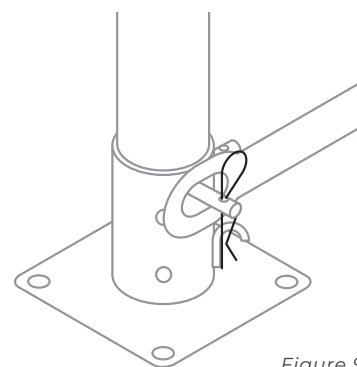

Figure 9
11. Insérez les tringles de la structure de sol sur l'ergot horizontal de l'embase. Insérez ensuite la goupille bêta en place comme illustré sur la figure 9 pour éviter que la structure de sol se dégage de l'ergot.